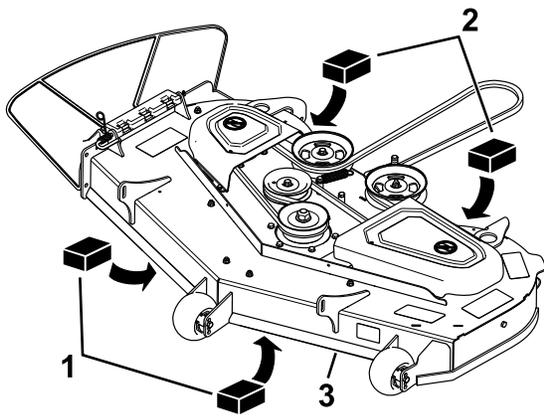

Рисунок 76
4. Установите 2 подставки толщиной по 6,6 см (25/8 дюйма) под каждую сторону передней кромки деки, но не под кронштейны защитного валика (Рисунок 76).
5. Установите 2 подставки толщиной по 7,3 см (27/8 дюйма) под заднюю кромку фартука режущей деки, по одной на каждой стороне режущей деки (Рисунок 76).